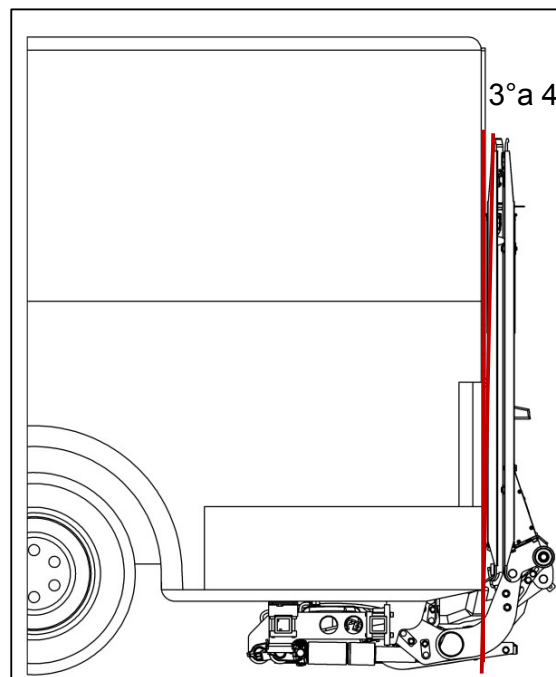

Fig. 82
- Cierre hidráulicamente la plataforma hasta casi la vertical, dejándola abierta de 3° a 4° (ver Fig. 82).